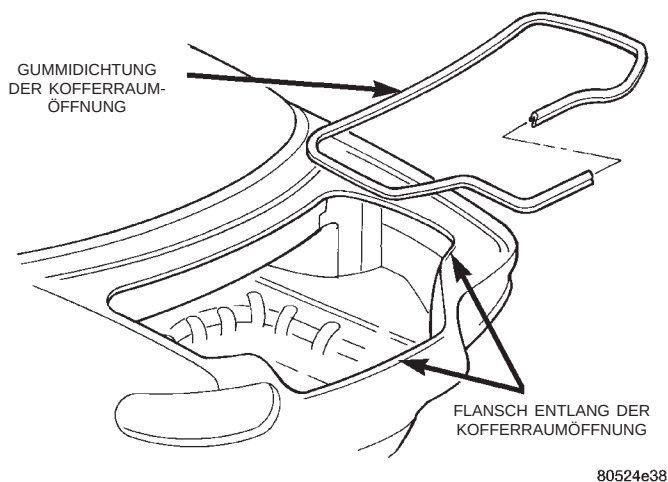

Abb. 75 Gummidichtung der Kofferraumöffnung
- (1) Kofferraum entriegeln und Kofferraumdeckel öffnen.
- (2) Gummidichtung der Kofferraumöffnung vom Flansch entlang der Kofferraumöffnung abziehen (Abb. 75).
- (3) Gummidichtung der Kofferraumöffnung aus dem Fahrzeug nehmen.